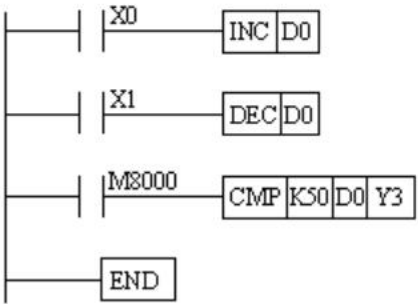

图 20 停车场显示装置控制程序
停车场的 I/O 分配表如表 3 所示。其梯形图和指令语句表如图 20 所示。
(1) 按图 20 输入程序。
(2) 检查程序是否正确。
(3) 运行程序，操作开关 0、开关 1，模拟汽车进入及离开停车场时，HL1(Y4、Y5) 和 HL2 (Y3) 指示灯的亮、灭情况。
(4) Y3、Y4 和 Y5 不可能同时为 1。只有在 $D0 < 50$ 时， $Y3 = 1$ ， $D0 = 50$ 时， $Y4 = 1$ ， $D0 > 50$ 时， $Y5 = 1$ 。